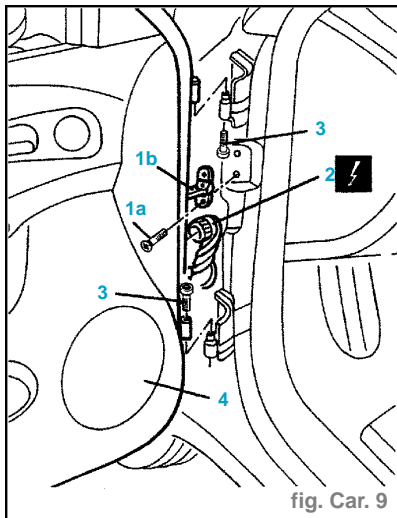

fig. Car. 9
- Dévisser les vis (1a) qui fixent le limiteur (1b) au montant et refermer la porte pour faire rentrer le limiteur même (fig. Car. 9).
- Débrancher la connexion électrique (2).
- Dévisser les vis des charnières (3).
- Soulever la porte et l'enlever (4).